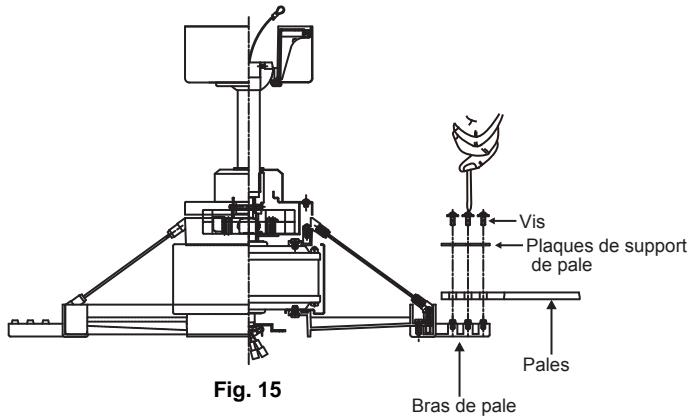

Fig. 15
Étape 1. Alignez les trous depuis la pale et la plaque du support de pale vers les trous des bras de pales et sécurisez la pale en place avec des vis fournies.(Fig. 15)